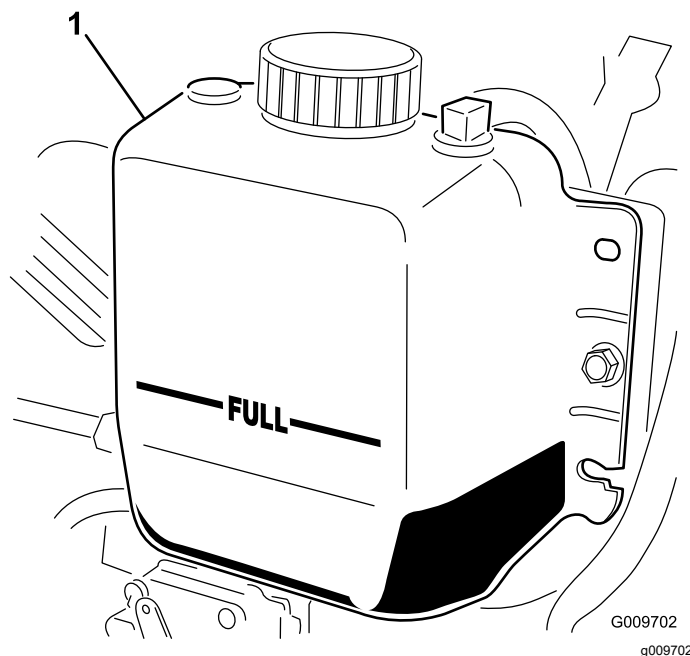

Figura 77
3. Zkontrolujte hladinu chladicí kapaliny v chladiči. Chladič musí být naplněn k hornímu okraji plnicího hrdla a expanzní nádrž ke značce HORNÍ MEZE (Figura 77).